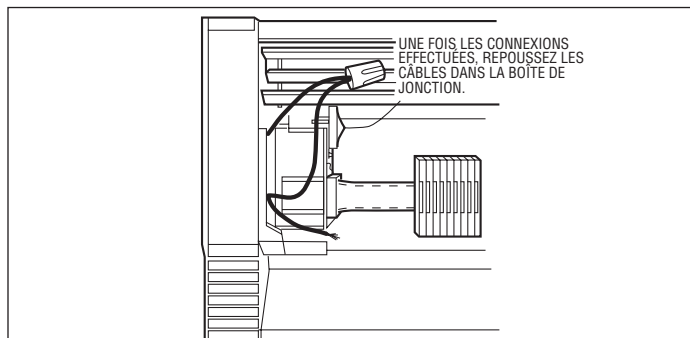

Figure 8. Connexions effectuées par l'ouverture de la boîte de jonction
- Si le branchement doit être fait dans une boîte de jonction intermédiaire de la file, il est plus simple d'effectuer les connexions avant de fixer les radiateurs au mur. Si n'est pas possible de procéder ainsi, on peut effectuer les connexions par l'ouverture des boîtes de jonction une fois les couvercles frontaux enlevés (voir la figure 8).